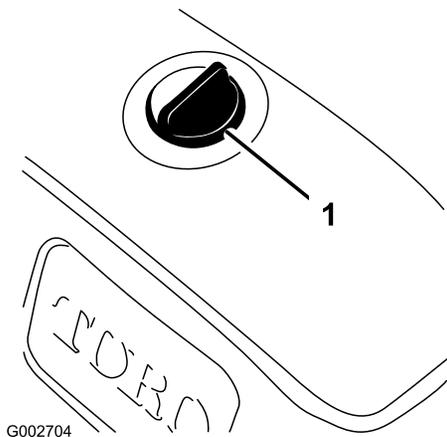

図 15
1. 異物をタンクに入れないよう、油圧オイル・タンクのキャップ取り付け部周辺をウェスできれいに拭く(図 15)。